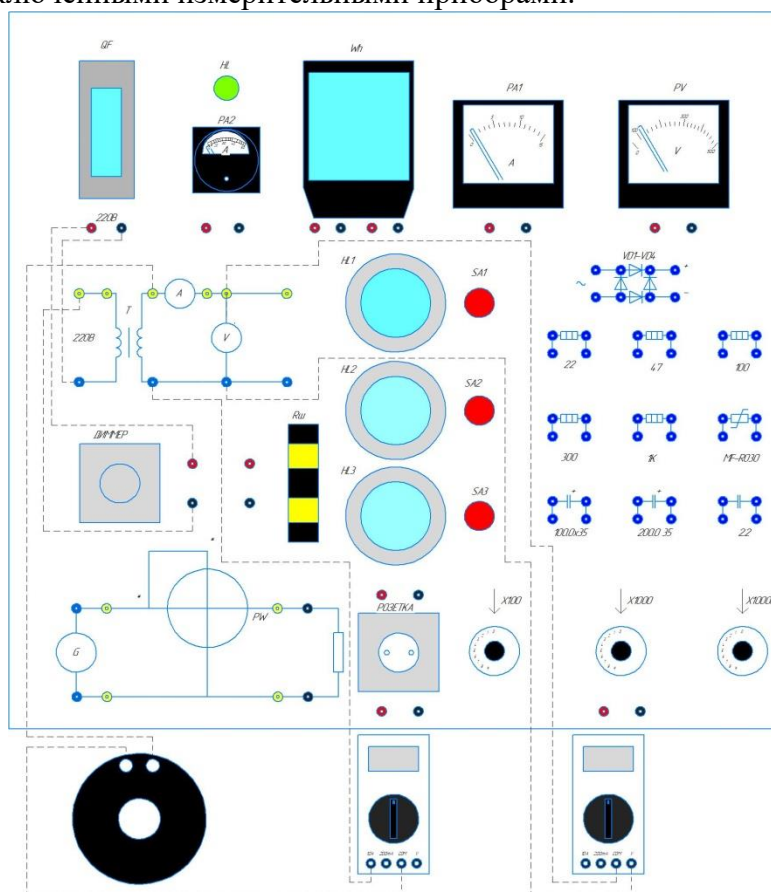

Рисунок 6. Схема соединений элементов и приборов исследуемой цепи
4. Включить стенд автоматическим выключателем QF. Подключить мультиметры, как показано на схеме соединений элементов и приборов исследуемой цепи (рис. 6). Снять показания напряжения и силы тока с помощью мультиметров с катушки индуктивности с прикосновением сердечника к катушке, помещая сердечник на каждые 2 см, снимать показания и записывать их в таблицу 4.